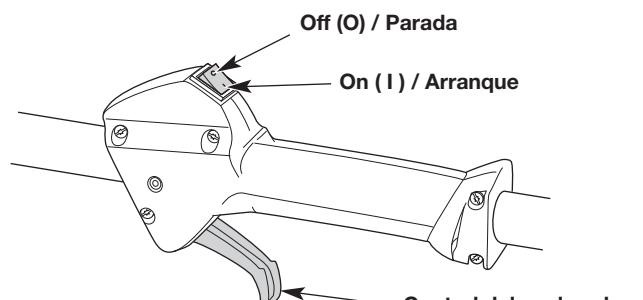

Fig. 4
- NOTA:** No es necesario encender la unidad. El interruptor de encendido/apagado está en la posición ON (I) (encendido) en todo momento (Fig. 4).
6. Apriete el control del acelerador (Fig. 4) y tire de la cuerda de arranque con un movimiento controlado y firme **5 veces** (Fig. 6).
2. Oprima y mantenga apretado el interruptor de encendido/apagado en la posición OFF (O) (apagado) hasta que el motor se pare por completo (Fig. 4).